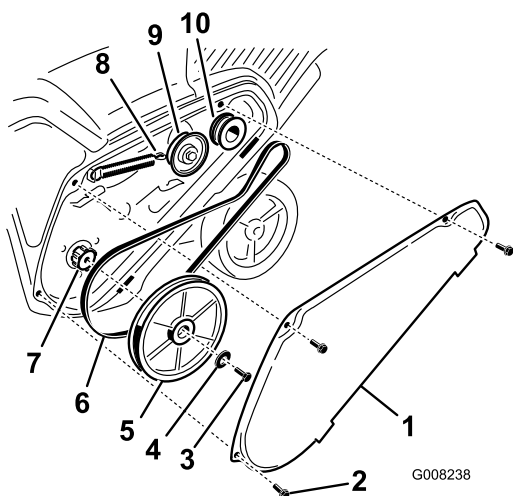

Figura 34
1. Retire los 3 pernos que sujetan la cubierta de la correa de transmisión, y retire la cubierta, según se muestra en Figura 34.
- Desenganche el muelle del freno del brazo tensor para aliviar la tensión de la correa (Figura 34).
- Retire el tornillo y la arandela curva que sujetan la polea del rotor (Figura 34).
- Retire la polea del rotor y la correa de transmisión (Figura 34).
Nota: Enrute la correa de transmisión primero alrededor de la polea del motor, luego la polea tensora, y por último alrededor de la polea suelta del rotor situada justo encima del eje del rotor (Figura 34).
- Instale la polea del rotor en el eje del rotor (Figura 34).
- Instale la arandela curva y el perno de la polea del rotor y apriételos firmemente (Figura 34).